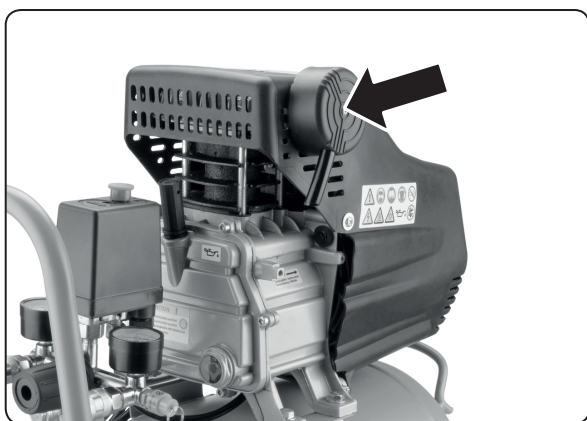

Abb. 4
5) Schrauben Sie in die Luftansaugöffnung vom Kompressor den Luftfilter ein, siehe Abb. 4.